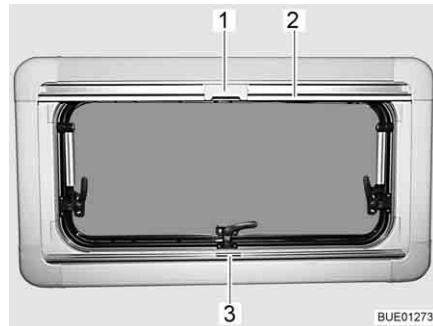

Bild 87 Överkantshängda fönster
Stänga: ■ Ta tag i mitten på plisségardinens list (Bild 87,3) och drag den nerifrån och uppåt och släpp den vid önskad höjd. Plisségardinen stannar på denna höjd.
Stänga: ■ Drag, med listen, (Bild 87,2) ner insektsnätet tills listen stöter mot plisségardinen (Bild 87,3).
■ Lås fast insektsnätets spärr (Bild 87,1) på plisségardinens list.
Öppna: ■ Tryck spärren (Bild 87,1) upptill på insektsnätet bakåt.
■ För långsamt tillbaka insektsnätet med listen (Bild 87,2).